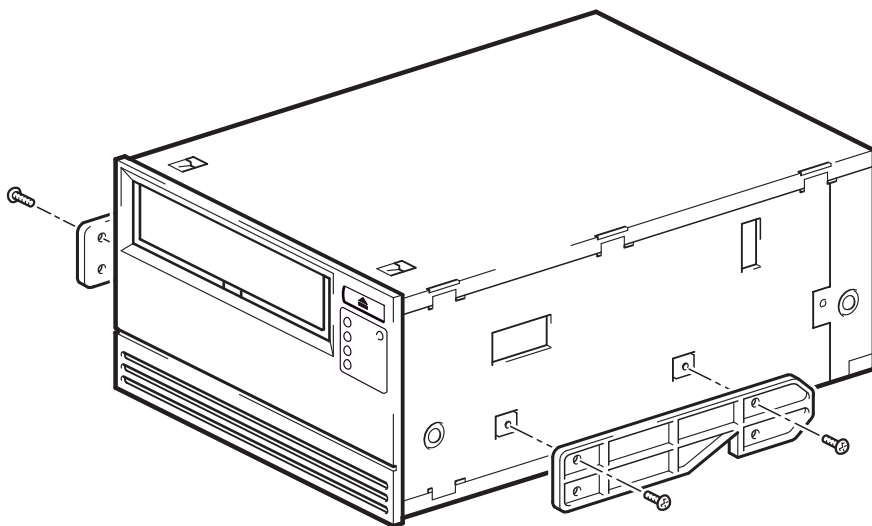

Abbildung 5a: Anbringen der Einbauschienen in einem typischen HP ProLiant 530 oder 570 Server
- 1 Bringen Sie die entsprechenden Schienen mit einem Kreuzschlitz-Schraubendreher an. Verwenden Sie hierzu die mit dem Bandlaufwerk gelieferten M3-Schrauben, wie gezeigt in Abbildung 5a.